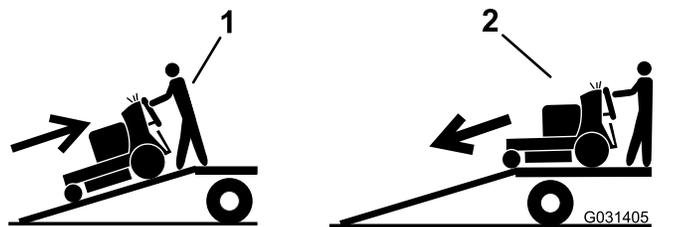

Рисунок 26
5. Перемещайте машину задним ходом при движении вверх по наклонному въезду (Рисунок 26).